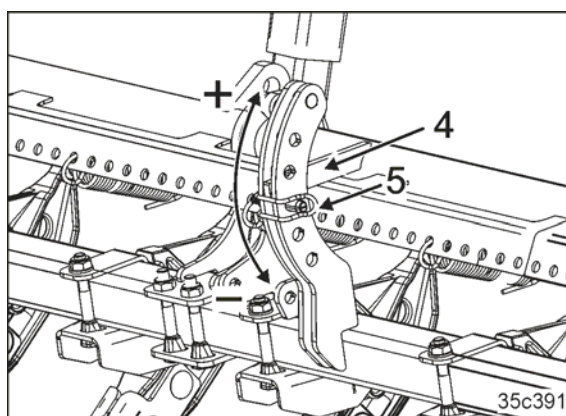

Fig. 190
5. Introduceți bolțul în orificiul dorit dedesubtul manetei (Fig. 190/4) și asigurați-l (Fig. 190/5)
6. Cu cât bolțul se introduce mai sus în culisa de reglare (Fig. 190/1+), cu atât mai mare este presiunea greblei exacte.